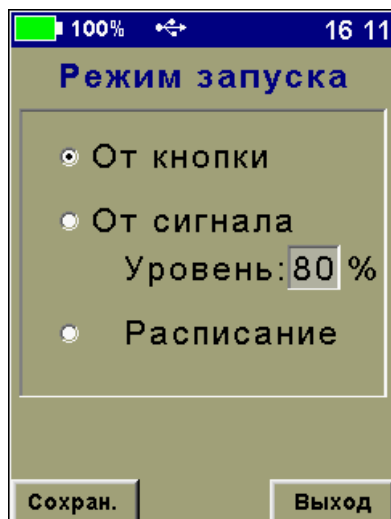

Рисунок 14
3.6.4 **«Режим пуска»** - установка режима запуска процесса регистрации (рис. 14).